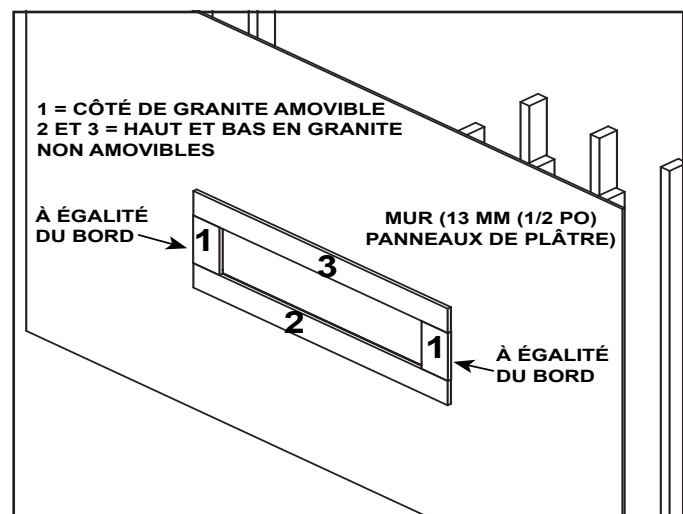

Figure 10.23 Séquence de placement des pièces de granite
Remarque : Installez les pièces de granite dans l'ordre indiqué à la figure 10.23.
9. Centrez la pièce de granite supérieure sur le haut des deux pièces latérales en vous assurant que les bords de gauche et de droite sont à égalité des bords des pièces de granite extérieures. Voir la figure 10.23.